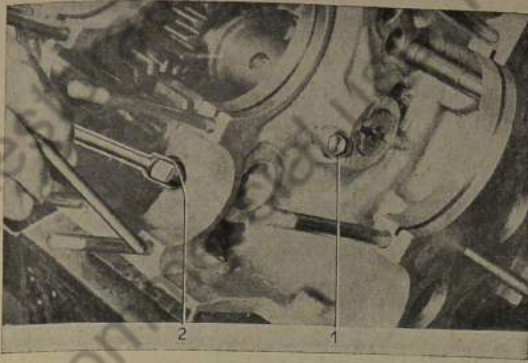

Bild 408: Sicherungsschrauben für Achsen der Schieberäder einschrauben
4. Sicherungsschrauben für beide Achsen einschrauben, Spannringe unterlegen (Bild 408).